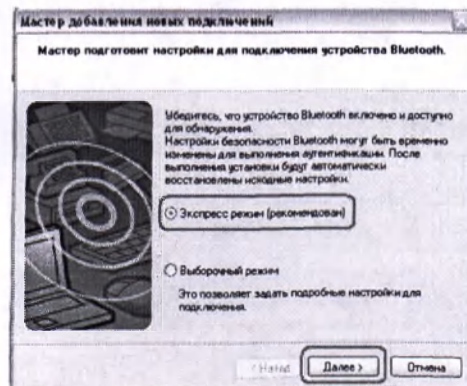

Рис. 8
9. Выберите «Экспресс-режим (рекомендован)» для поиска клавиатуры и нажмите кнопку «Далее» (рис. 8). Подождите несколько секунд, пока будет выполняться поиск.